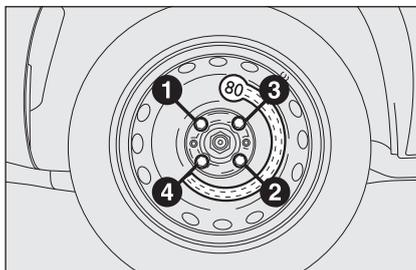

fig. 8
- utilizando la llave en dotación, apriete a fondo los tornillos, pasando alternativamente de un tornillo al otro diametralmente opuesto, siguiendo el orden numérico ilustrado en la **fig. 8**.
- utilizando la llave en dotación, apriete a fondo los tornillos siguiendo el orden numérico ilustrado en la **fig. 8**;
- utilizando la llave en dotación, apriete a fondo los tornillos siguiendo el orden representado anteriormente para la rueda de repuesto (véase la **fig. 8**);